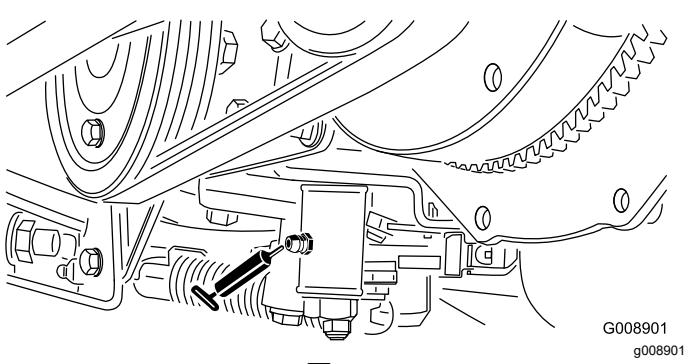

图 67
2. 在后轮电机下方顶起机器后部图 67。
- 空档调节机制 (图 67)